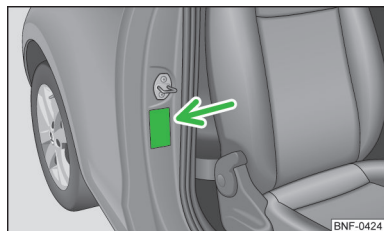

Fig. 10
- På B-stolpen i passagersiden » Fig. 10 Mærkat kan ses, når passagerdøren er åben.